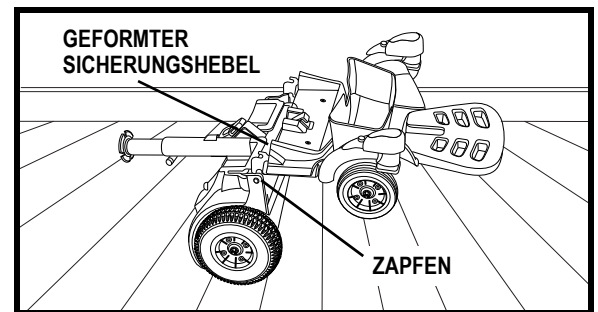

Abb. 14. Ausrichten der Rahmenteile
2. Während Sie das Vorderteil parallel zum Boden halten, richten Sie die geformten Sicherungshebel des Vorderteils mit den entsprechenden Zapfen des Heckteils aus. **Siehe Abb. 14.**